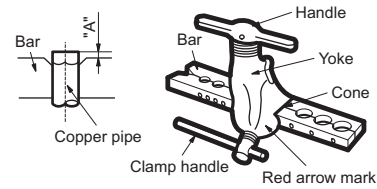

**Fig. 14 – Tronçonner**
- a. Couper le tuyau avec un coupe-tube, à 90 degrés (voir Fig. 14).